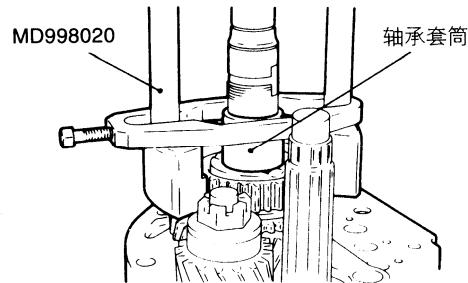

图 3-46 拆卸轴承套筒
(9) 拆卸轴承套筒时, 如图 3-46 所示, 用专用工具拆下轴承套筒。